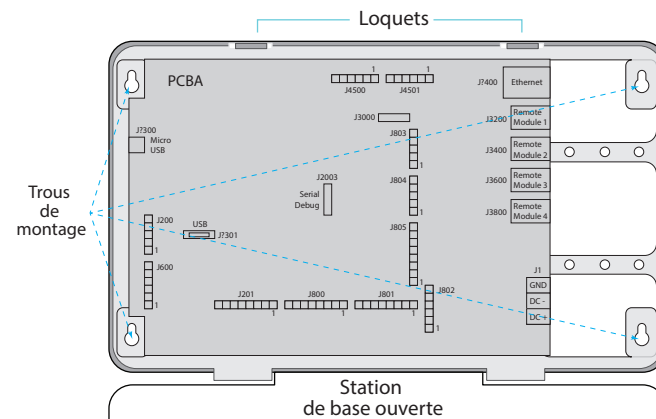

Fig. 1.2
- 3** Si vous remplacez un produit HME existant tel que EOS®, le montage de la station de base au même endroit que la station de base que vous remplacez vous permettra d'utiliser les fils/câbles existants sans avoir à acheminer de nouveaux fils. Cependant, vérifiez que les fils/câbles sont en bon état avant de les utiliser. Ouvrez la station de base et marquez l'emplacement de montage sur le mur à travers les quatre trous de montage à chaque coin à l'intérieur de la station de base (voir Fig 1.2). Montez la station de base à l'aide du matériel fourni.